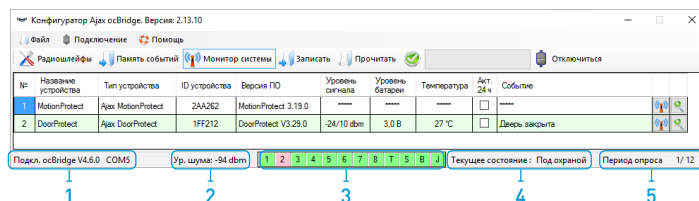

РИС. 15. Подключенные датчики входят в рабочий режим
Текущее состояние датчика определяется цветом фоновой подсветки (РИС. 15):
5.8. В нижней части вкладки «Монитор системы» (РИС. 15) отображается информация о: